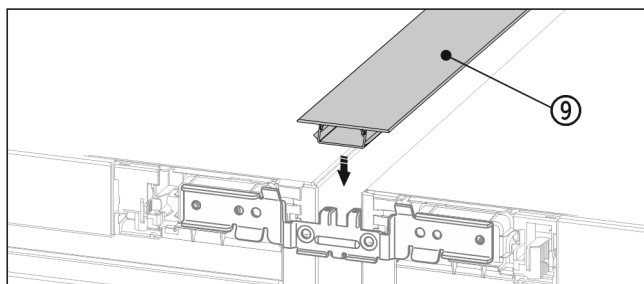

Fig. 21
- ▶ Në pjesën e sipërme, ngjishni shiritin mbulues Fig. 21 (9) të shkurtër në hapësirën horizontale.